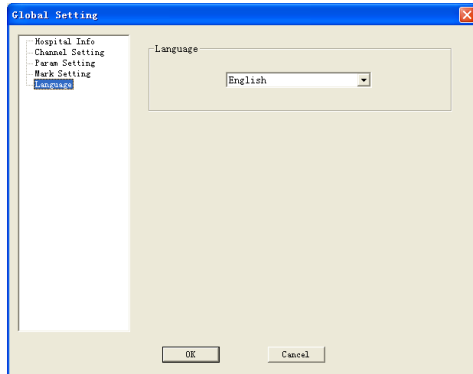

Figura 5.31
- 5) Impostare la lingua nella sezione “Language” (Lingua) mostrata nella Figura 5.31.